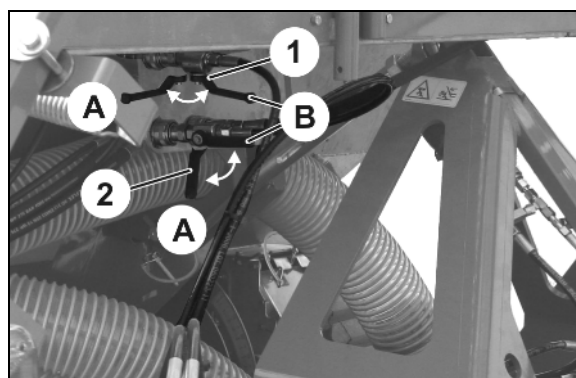

Рис. 99
4. Перевести запорный кран (Рис. 99/1,2) в положение **B**.